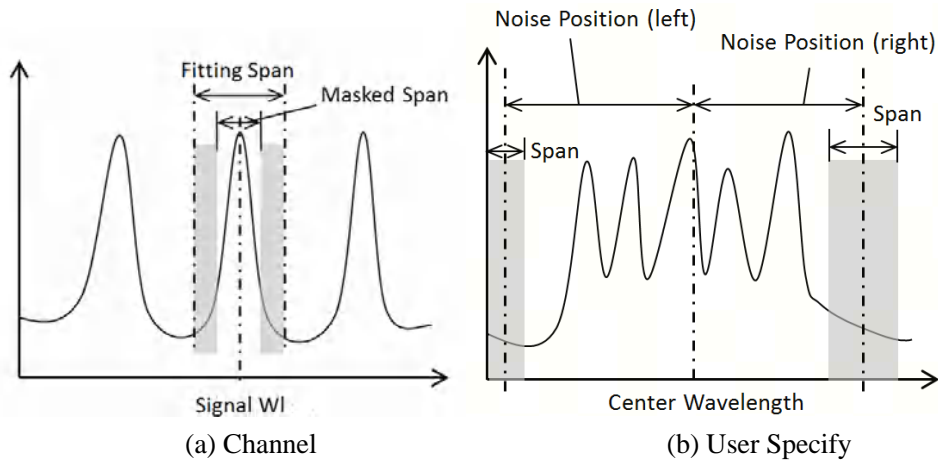

图 3-75 拟合曲线设置方法示意图
- Area Type:为计算拟合曲线设置方法,如图 3-75。